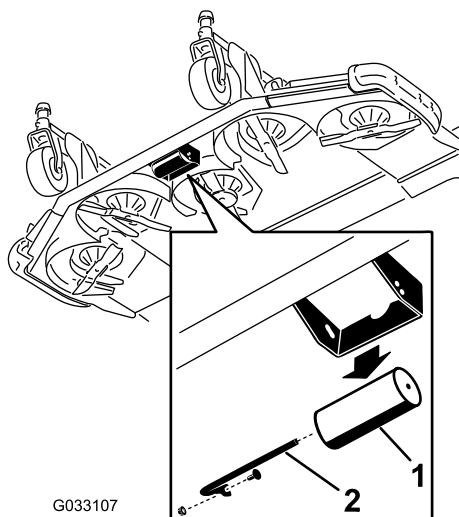

Bild 24
1. Nehmen Sie die Rollenwelle, Schraube und Mutter ab, mit denen die Rolle an der Mähwerkhalterung befestigt ist (Bild 24).